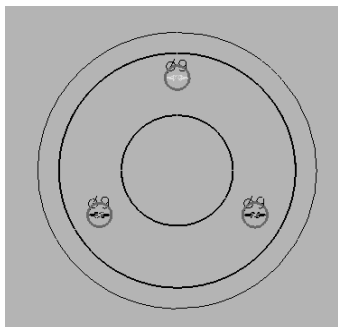

图 3-8 再次创建有效截面
13. 再次创建有效截面。单击图标面板中的按钮，且在视图图中选择步骤 12 绘制的三个小圆，被选中的线条自动加粗，效果如图 3-8 所示。